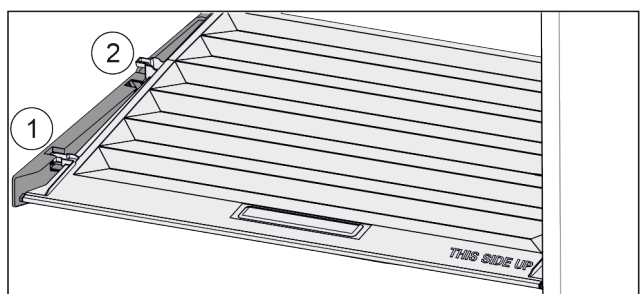

Fig. 103
- ▶ Якщо висувні ящики вийняті: Кришку до отвору в деталях для підтримки потягнути вперед Fig. 103 (1).
- ▶ Підняти ззаду знизу та вийняти Fig. 103 (2) вгору.